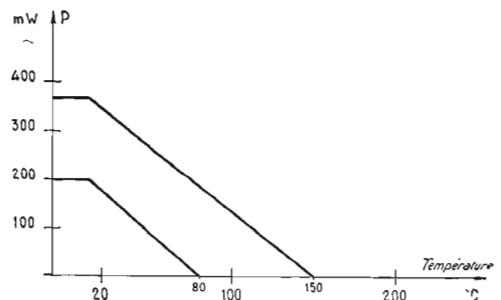

FIG. 4
b) fonctionnement aux températures élevées, puisque la température limite des jonctions au silicium est de l'ordre de 150 à 200°C contre 70 à 100°C pour le germanium. La figure 4 représente les décroissances comparées de la puissance de transistors au germanium et au silicium en fonction de la température ;